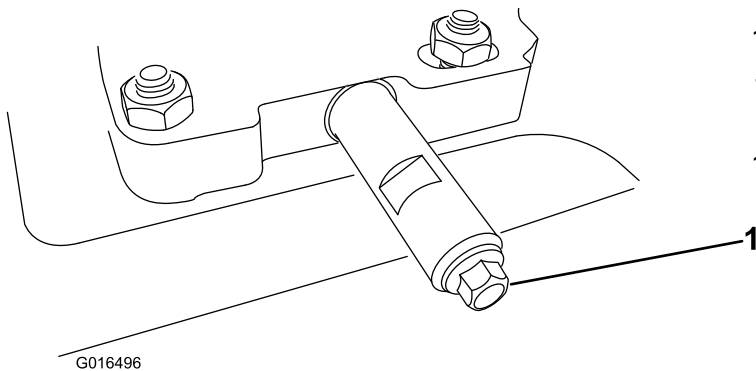

Figure 32
- Nettoyez la surface autour du bouchon de vidange d'huile (Figure 32).